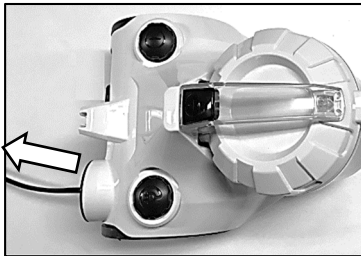

Fig5
5. **Tërhiqni kabllon e rrymës:** Mund të tërhiqni kabllon e rrymës nga makina dhe ta ndaloni kur të shihni shenjën e verdhë. Sigurohuni që shenja e kuqe nuk është shuar (Fig 5).